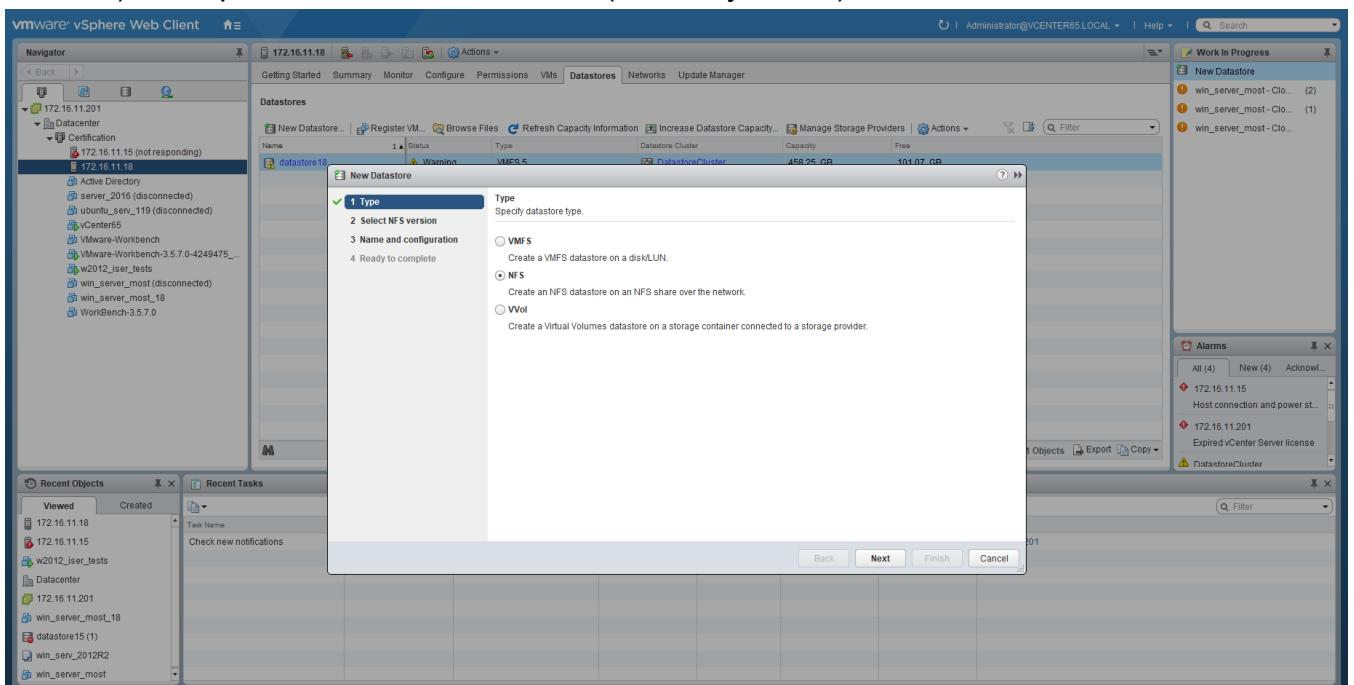

Рисунок 93 – Тип Datastore
3) Выбрать тип datastore «NFS» (см. Рисунок 93)